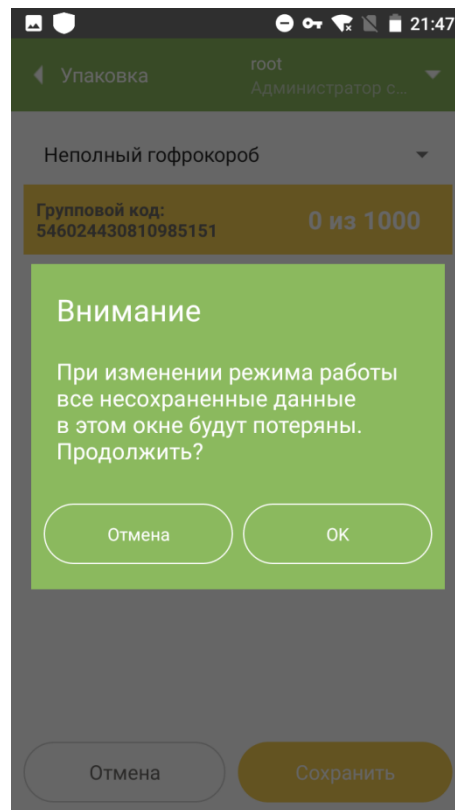

Рисунок 2.5
- 2.1.3. Если требуется изменить короб на неполный, выбрать из выпадающего списка «Неполный гофрокороб». Появится системное сообщение о том, что несохраненная информация будет утеряна (Рисунок 2.5).